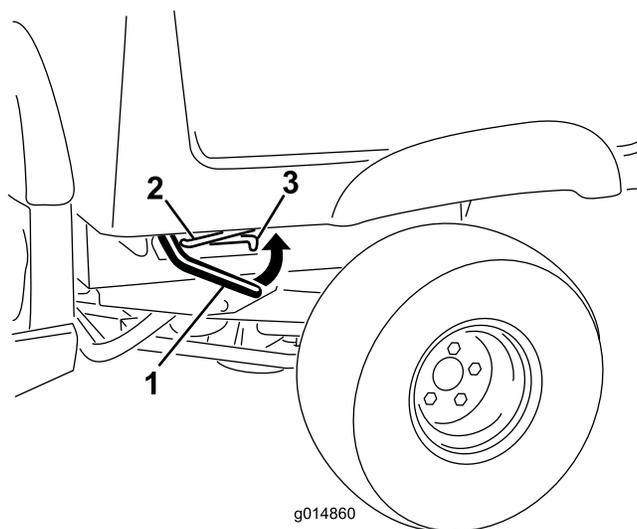

図 19
1. 荷台の前側の角部ちかくにあるラッチレバーを持ち上げて、荷台を上昇させる 図 19。
2. 荷台が上がったら、車体の左側ブレームについている支え棒を、荷台の底部についているスロットの奥まで入れて荷台を支える 図 19。
1. ラッチバーを引き上げて荷台をかるく持ち上げる 図 19)。
2. 荷台の底部のスロットにはめ込んであった支え棒を外す 図 19)。
3. ラッチがかかるまで荷台を確実に降ろす 図 19)。